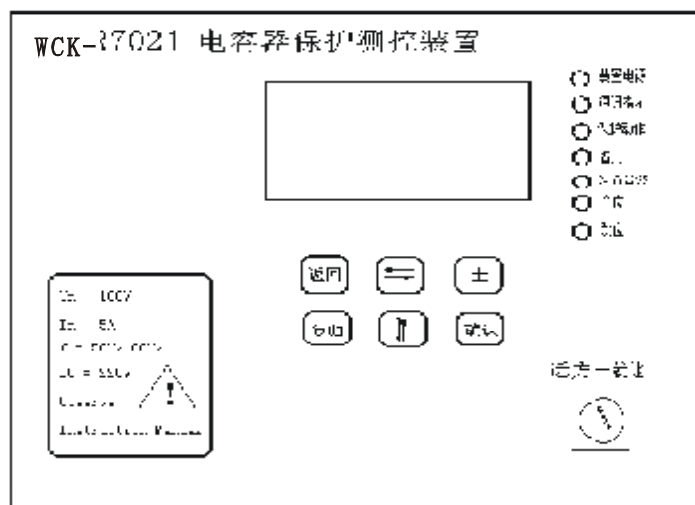

图 3.9 WCK-7021/7022/7023 电容器保护/测控装置面板布置图
2.6.1 WCK-7021/7022/7023 电容器保护/测控装置面板布置见图 3.9。